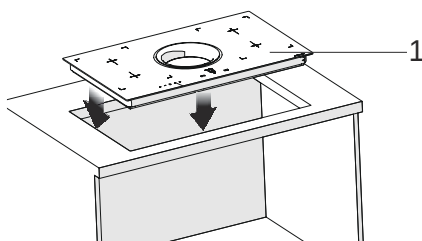

Fig. 15
- 2- ➡ ■ Lägg nu ner spishällen försiktigt i det utskurna hålet (Fig. 15).